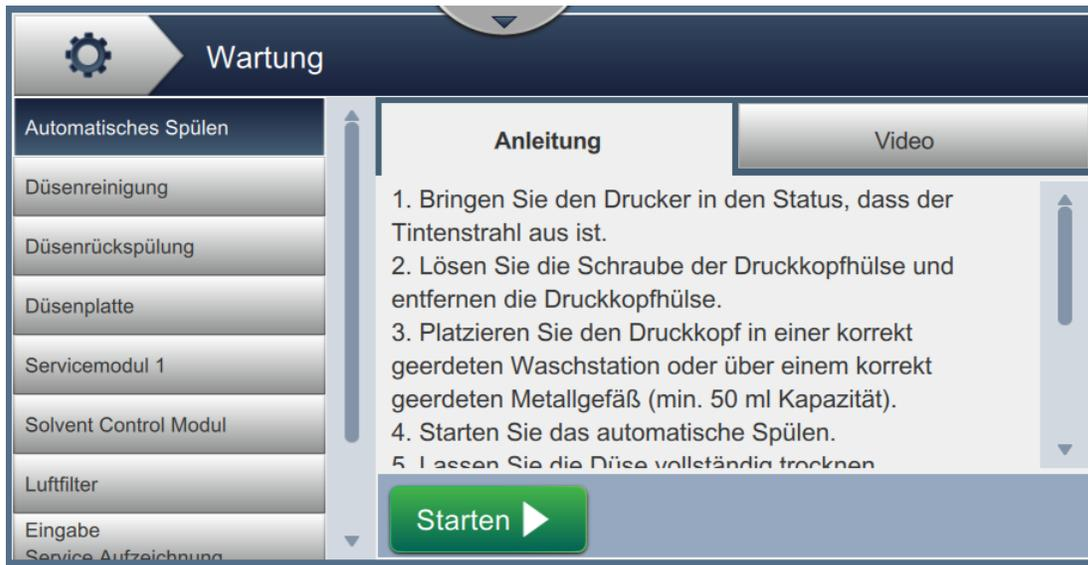

Abbildung 6-23: Instandhaltung.
1. Berühren Sie die Schaltfläche  auf dem Bildschirm „Tools“ („Werkzeuge“). Der Bildschirm „Instandhaltung“ erscheint, wie dargestellt in Abbildung 6-23.